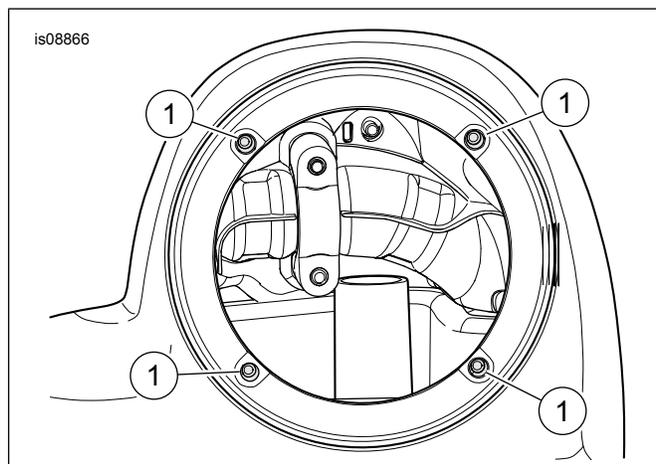

Figure 11. Écrous encastrés
15. Consultez Figure 11 . Insérez les quatre écrous encastrés à l'intérieur de la grande ouverture.